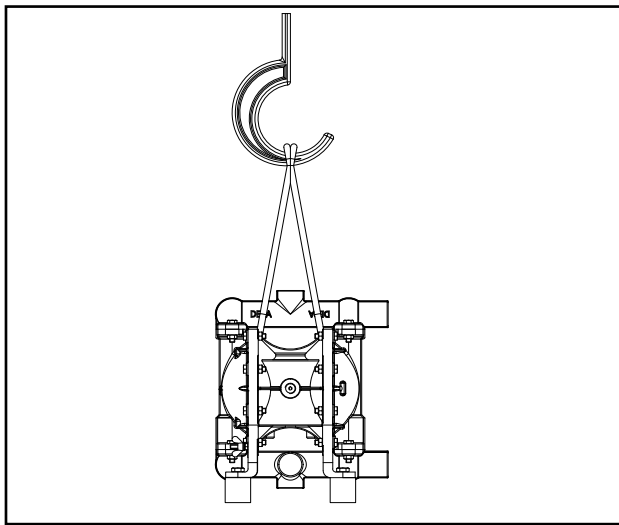

Fig. 1: Transporte de la bomba
**¡Peligro! Para evitar que se salga la correa de amarre, el cable en el gancho tiene que tenderse cruzado (Fig. 1).**